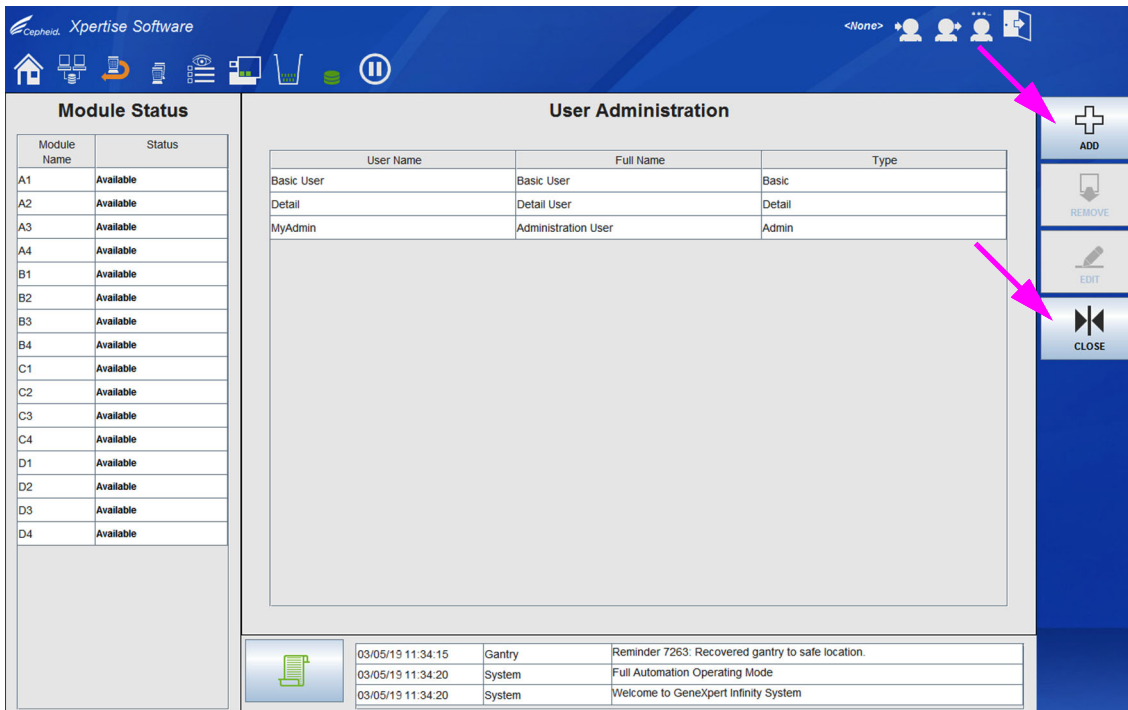

图 2-18. 显示用户的用户管理 (User Administration) 工作区
7. 当您完成时，选择**确定 (OK)** 按钮保存更改并关闭工作区。用户管理 (User Administration) 工作区会显示用户信息。请参见图 2-18。
8. 要添加额外的用户，选择**添加 (ADD)** 按钮（参见图 2-18）并且重复步骤 3 至步骤 7。
9. 当已添加所有用户时，选择**关闭 (CLOSE)** 按钮。请参见图 2-18。